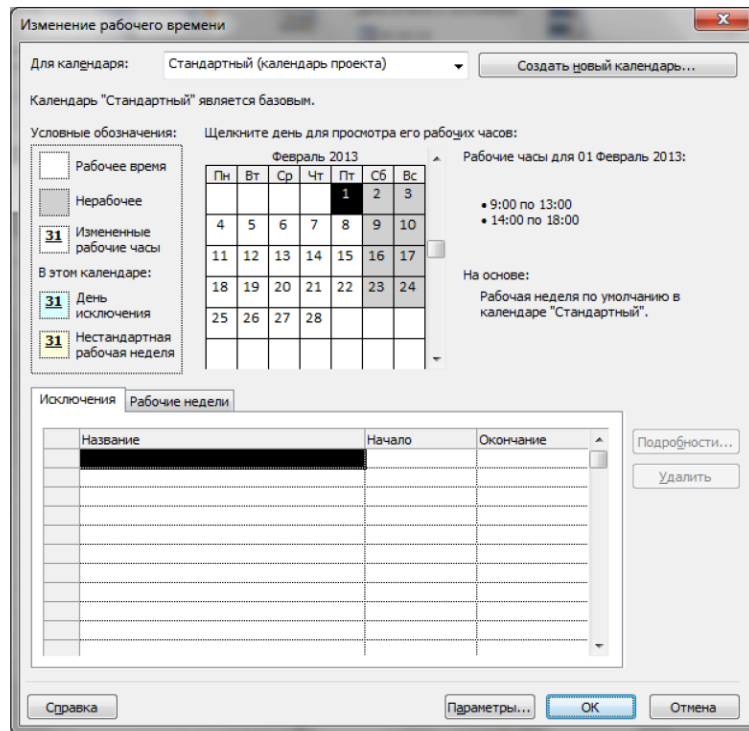

Рис. 4.6. ВД Изменение рабочего времени
1. На вкладці **Проект** у групі **Властивості** натисніть кнопку **Змінити робочий час ...**. Відкриється ВД **Изменение рабочего времени** (рис. 4.6).